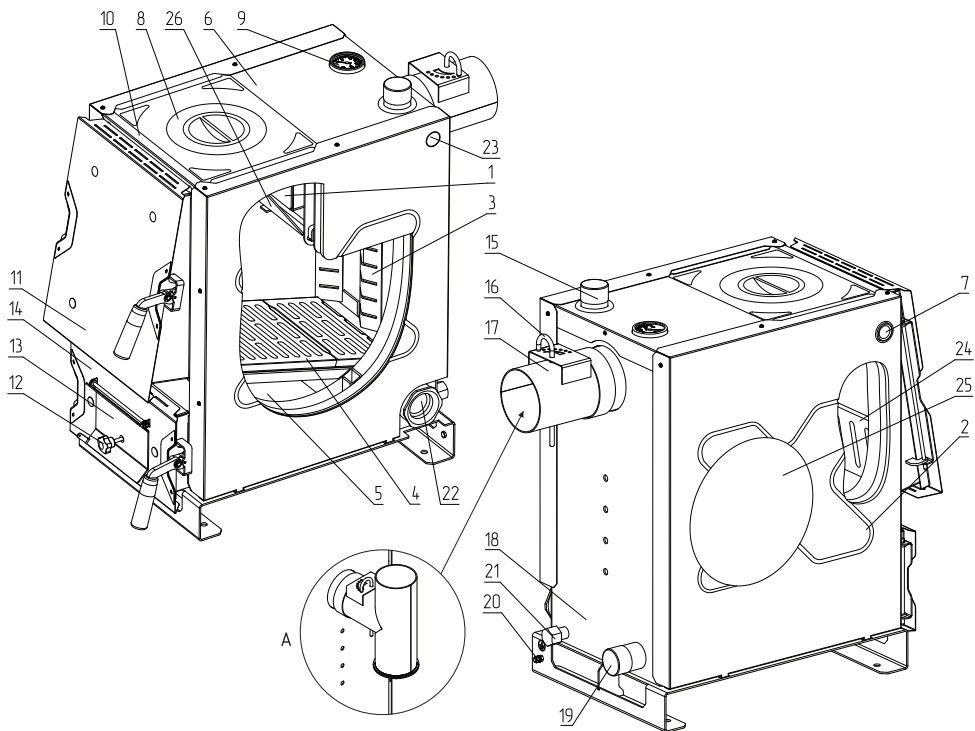

Рис.1 Устройство аппарата ZOTA Master X
- Эксплуатировать аппарат без установленного зольного ящика (**Рис.1, поз.5**);
- Эксплуатировать аппарат без установленной шуровочной решетки (**Рис.1, поз.24**);